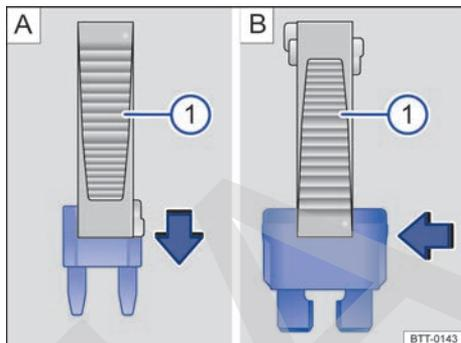

Fig. 165 Quitar o instalar un fusible con la garra de la pinza de plástico ①.
- De ser necesario, retire la pinza de plástico ⇒ fig. 165 ① del soporte. El soporte se encuentra en la parte trasera de la caja de fusibles cerca de la toma de diagnóstico.
- En caso de *fusibles pequeños*, encaje la garra ① por arriba ⇒ fig. 165 A.
- En caso de *fusibles mayores*, empujar la garra ① lateralmente sobre el fusible ⇒ fig. 165 B.
- Si el fusible está quemado, cambie el fusible por uno nuevo de la *misma* intensidad de corriente (mismo color e inscripción) y del *mismo* tamaño ⇒ ①.